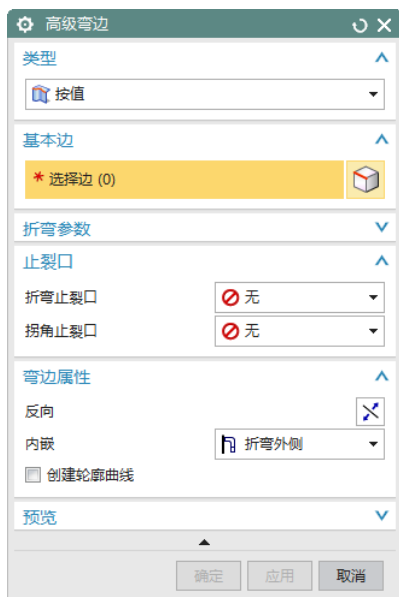

图 10-40 “高级弯边”对话框
(1) 选择“菜单(M)”→“插入(S)”→“NX 高级钣金”→“高级弯边(A)”,或者单击“主页”选项卡“折弯”面组上“更多”库下的“高级弯边”按钮,打开如图 10-40 所示“高级弯边”对话框。设置“内嵌”为“折弯外侧”,在“折弯止裂口”和“拐角止裂口”下拉列表框中选择“ 无”。